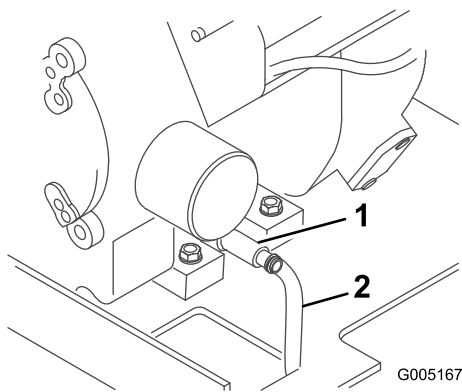

Figura 24
4. Coloque un extremo de una manguera en la válvula de vaciado y el otro extremo en un recipiente (Figura 24).
5. Abra la válvula de vaciado girándola en el sentido contrario a las agujas del reloj, tirando hacia fuera mientras la gira (Figura 24).